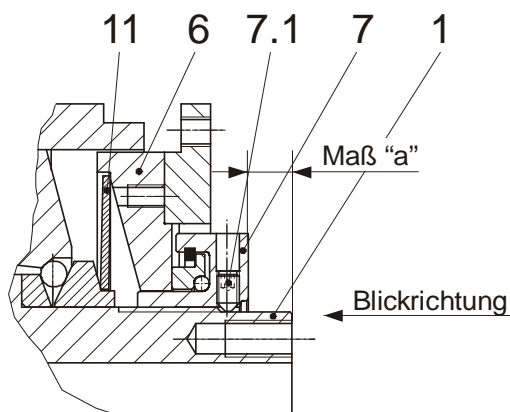
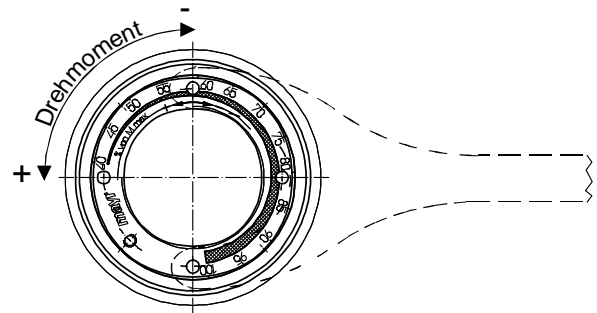
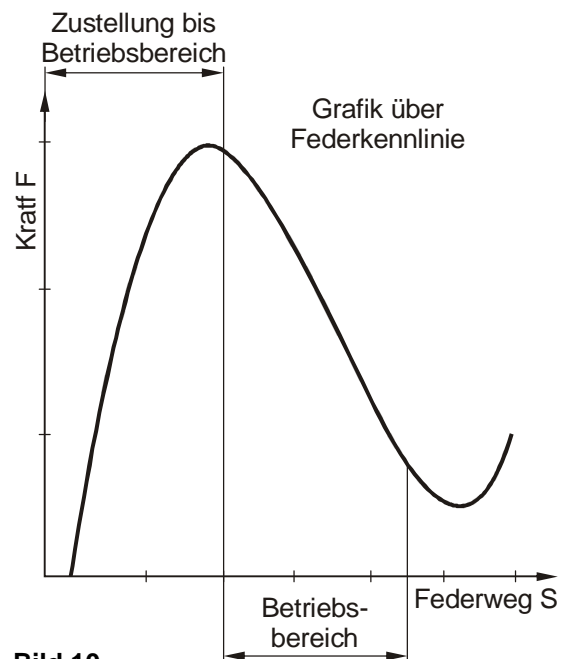

Bild 8
Bild 9
Bild 10
Drehmomenteinstellung (Bild 8, 9, und 10)
Die Einstellung erfolgt durch Verdrehen der Einstellmutter (7). Die eingebauten Tellerfedern (11) werden im negativen Bereich der Kennlinie (siehe Bild 10) betrieben, d. h. ein Anziehen der Einstellmutter (7) bewirkt ein Absinken der Federkraft, bzw. ein Lösen der Einstellmutter (7) ein Ansteigen der Federkraft. Die Kupplung wird, falls kundenseitig keine Drehmomenteinstellung gewünscht wird, generell werkseitig auf ca. 70 % des jeweiligen Maximaldrehmoments **voreingestellt** und **markiert** (kalibriert). Eine Kontrolle „**Federeinsatz im Betriebsbereich**“ (Bild 10) kann über das Maß "a" (Abstand von Einstellmutter-Stirnseite (7) bis Nabenkante (1) (Bild 8)) vorgenommen werden. Die Angaben hierzu entnehmen Sie aus der Tabelle 2.
Drehen der Einstellmutter (7) im Uhrzeigersinn bewirkt eine Verringerung des Drehmoments. Drehen gegen den Uhrzeigersinn erhöht das Drehmoment. Blickrichtung auf die Einstellmutter (7) wie in Bild 8 und Bild 9.
- 2) Lösen der 4 Sicherungsgewindestifte (7.1) in der Einstellmutter (7).
- 3) Einstellmutter (7) anhand der eingepprägten Einstellskala (Bild 9) im oder gegen den Uhrzeigersinn mit Hilfe eines Haken- oder Stirnlochschlüssels verdrehen, bis das gewünschte Drehmoment eingestellt ist.
- 4) Das gewünschte Drehmoment ergibt sich aus der Überdeckung der Markierung an der Nabe (1) und der Prozentangabe auf der Einstellmutter (7) (Bild 9). Alternativ kann das Drehmoment auch über das Maß "a" (Bild 8) lt. Einstelldiagramm (bei Bedarf im Herstellerwerk anfordern) eingestellt werden.
Ein Verstellen der Einstellmutter (7) bzw. Verspannen der Tellerfedern (11) außerhalb des Betriebsbereiches der Tellerfederkennlinie (siehe Bild 10) setzt die Kupplung außer Funktion. Das Kontrollmaß "a" kann aufgrund von Bauleranzern bzw. von Verschleiß der Kupplung Abweichungen aufweisen.